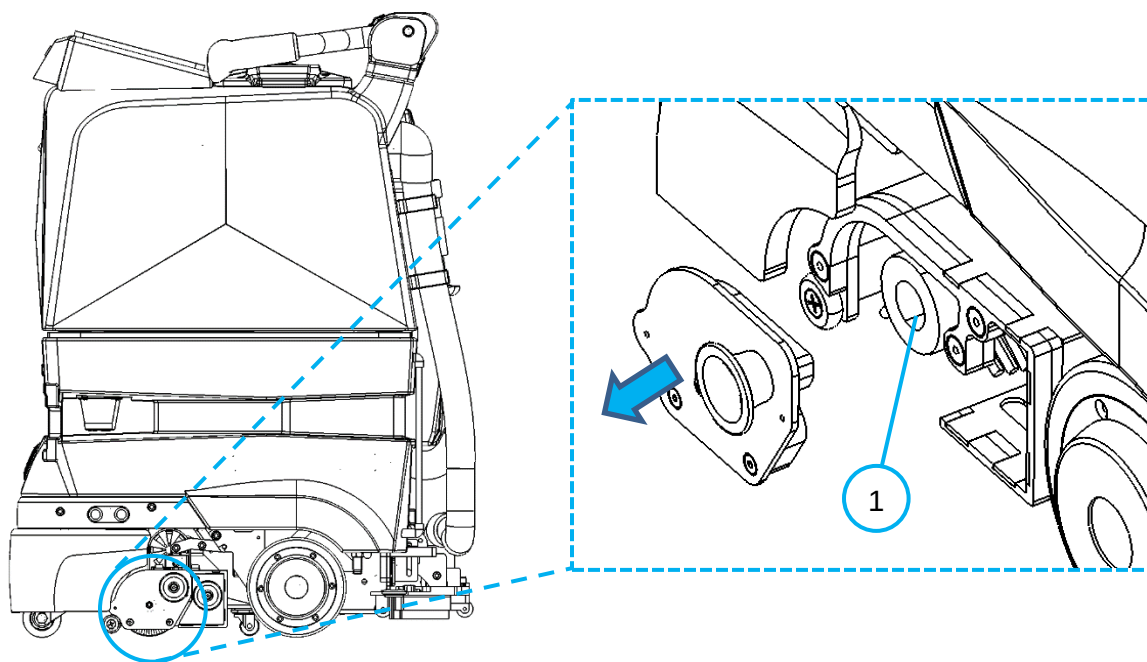

Fig. 1
1. Trek aan de knop van het borstelaafdekkapje om het los te maken van de magnetische sluiting (Fig. 1).
2. Trek de borstel uit (Fig. 1 - 1) en reinig hem onder een straal stromend water om onzuiverheden van de borstelharen te verwijderen.